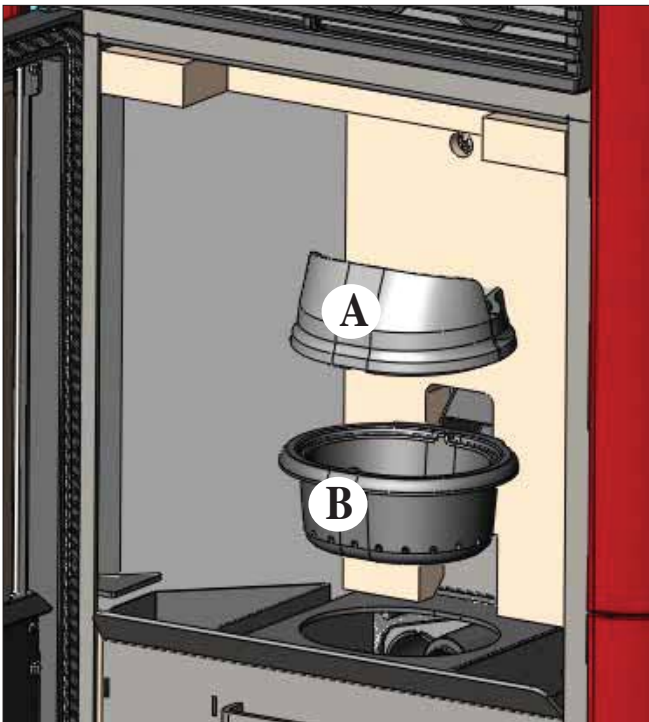

fig. 1
Dopo la normale pulizia, il **NON CORRETTO** accoppiamento del crogiolo superiore (A) (fig. 1) con il crogiolo inferiore (B) (fig. 1) può compromettere il funzionamento della termostufa.